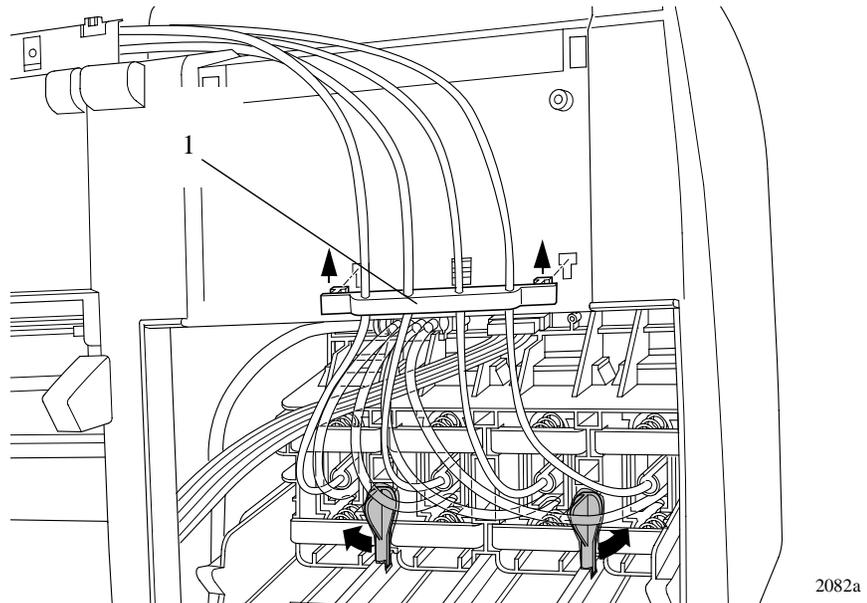

Figura 9: "Tube Grip"
- Libere el “tube holder” (item 1) de la parte posterior del “cover” del lado izquierdo empujándolo hacia arriba y hacia afuera (consulte la Figura 9).